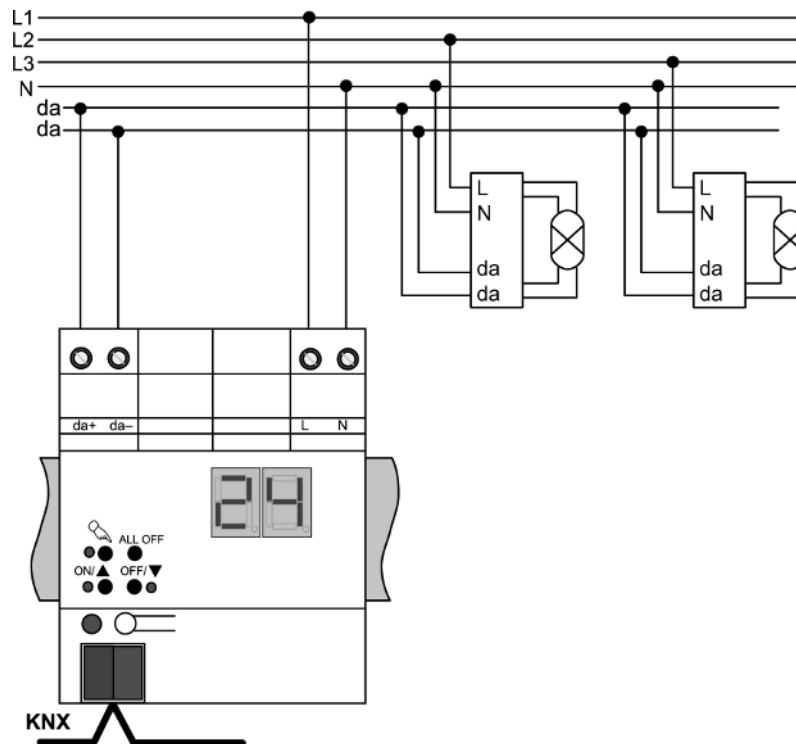

Figure 2
- Raccorder l'appareil selon l'exemple de raccordement (voir figure 2).